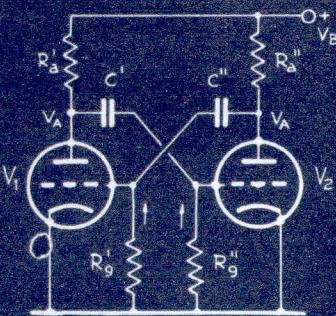
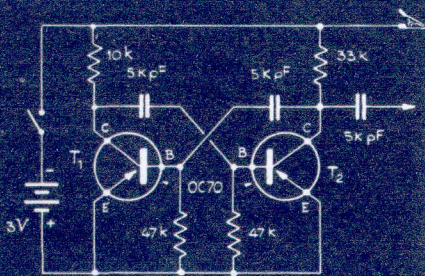

Fig. 2 - « Flip-flop » a triodi.
Fig. 3 - Schema del cercaguasti.
Il più semplice circuito atto a produrre una forma d'onda rettangolare è il cosiddetto *flip-flop* o multivibratore astabile. Per comprendere meglio il funzionamento di tale circuito è bene vederlo dapprima realizzato con normali tubi a vuoto, come nello schema di fig. 2: esso è costituito da due triodi montati come in un normale amplificatore con carico resistivo, solo che la griglia di ciascuno di essi è collegata con la placca dell'altro tubo. La caratteristica di questo circuito è la seguente: quando un tubo conduce l'altro è interdetto cosicché alternativamente e periodicamente ciascun tubo funziona come un interruttore che si apre e si chiude. Volendo fare un'analogia con un fenomeno meccanico, basti pensare ad una di quelle altalene, tanto care ai ragazzini, formata da un'asse poggiata, nel suo punto di mezzo, su di un cavalletto: quando un ragazzino si trova in alto (tubo interdetto, tensione di placca elevata) l'altro si trova in basso (tubo conduttore, tensione di placca bassa) e viceversa.
Ricordando ora la corrispondenza che esiste tra un triodo ed un transistor, è facile passare dallo schema di fig. 2 a quello di fig. 3: infatti al catodo, alla griglia ed alla placca del triodo corrispondono rispettivamente l'emettitore (E), la base (B) ed il collettore (C). Unica differenza è il valore della tensione anodica, che ora è di pochi volt e negativa trattandosi di transistori del tipo PNP, e la mancanza del circuito di accensione, essendo i transistori privi.